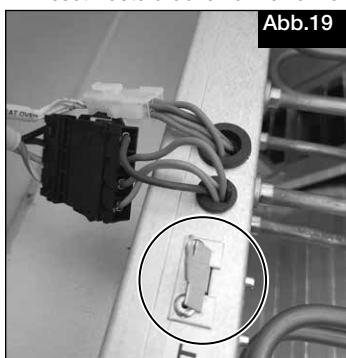

Abb.19
2. Reset-Taste drücken um eine manuelle Rückstellung zu erzielen, s. Abb.19.